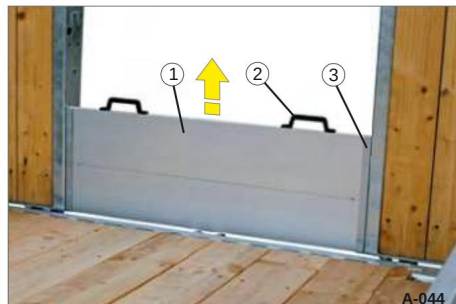

Fig. 46 Oversigt over stiksidevæg
- ÿ Træk i stikkontaktens sidevæg (fig. 46/1) på
(fig. 46/2) samtidig helt ud af
indførings Skinnerne (fig. 46/3).
stikskinne samtidigt (fig. 46/3).